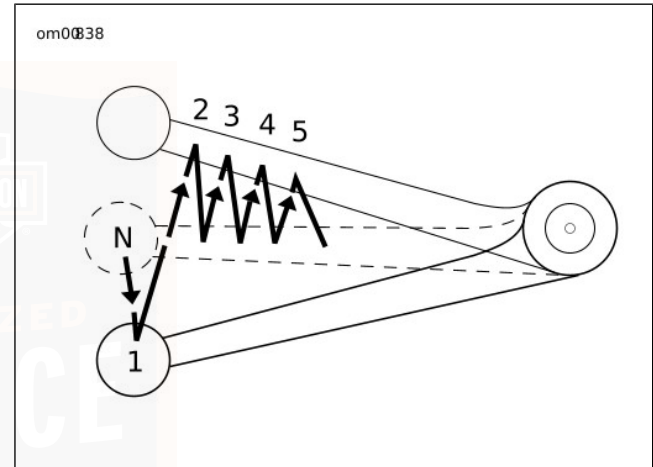

Abbildung 23. Schaltfolge aufwärts: Sportster-Modelle
3. Siehe Abbildung 23. Den Gangschalthebel bis zum Anschlag nach oben ziehen und loslassen.